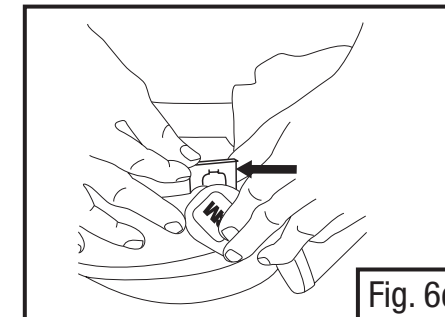

Fig. 6e
- Alinhe a borda do visor por sobre as ranhuras e deslize a mola para o seu lugar. Com o “post” e placa traseira engatada, a borda do visor deverá se encontrar na posição completamente aberta ou completamente fechada antes que a mola seja instalada (Fig. 6e).